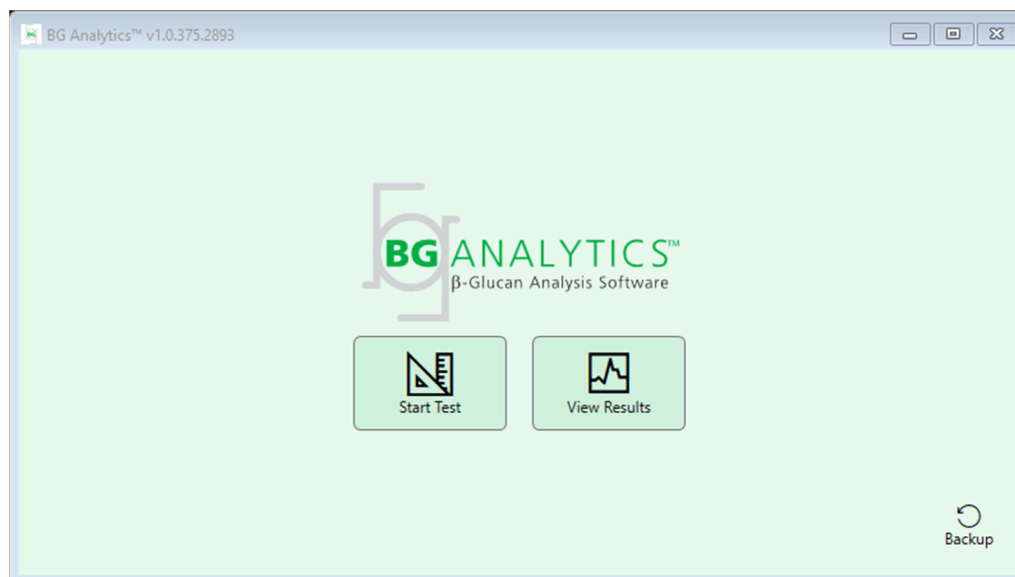

Figura 4. Pantalla de inicio de BG Analytics®
4. La pantalla **Inicio** aparece tal como se muestra en la Figura 4.